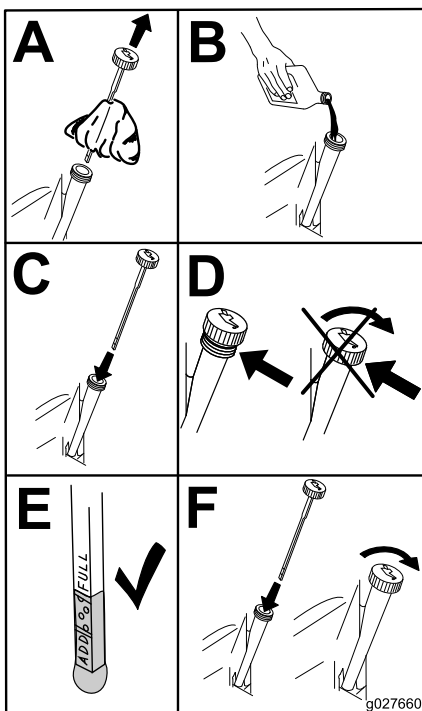

Figure 54
5. Versez lentement environ 80 % de l'huile spécifiée dans le tube de remplissage, puis faites l'appoint lentement jusqu'à ce que le niveau atteigne le repère maximum (Full) (Figure 54).